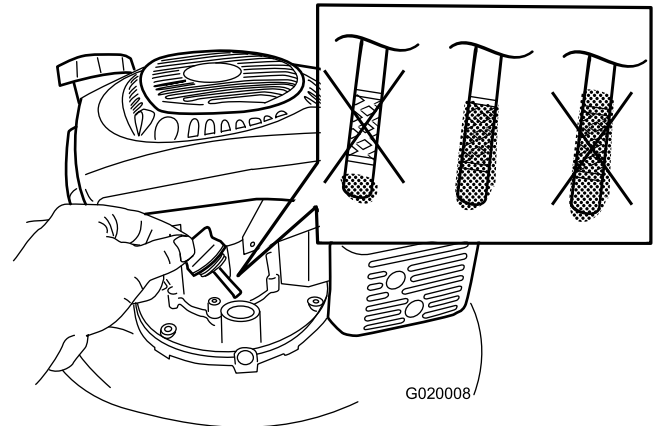

Figura 9
1. Retire la varilla, límpiela con un trapo, vuelva a colocarla en el tubo de llenado, **pero no la enrosque** (Figura 9).
2. Retire la varilla y compruebe el nivel de aceite (Figura 9). Si el nivel de aceite está por debajo de la marca Añadir de la varilla, vierta aceite **lentamente** por el tubo de llenado hasta que el nivel llegue a la marca de Lleno de la varilla. **No llene demasiado.** (Capacidad máxima: 0.65 l (22 onzas), tipo: 10W-30 o SAE 30, aceite detergente con clasificación de servicio API, SJ, o superior.)